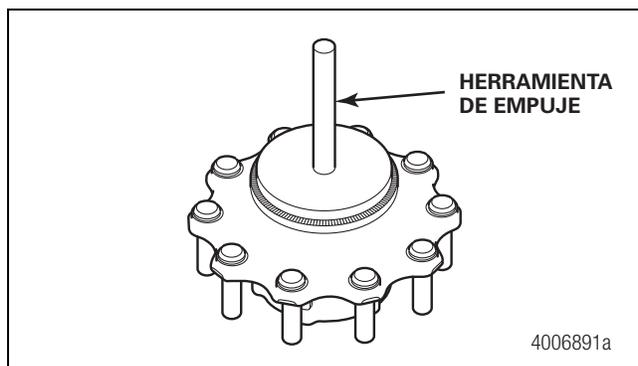

Figura 4.38
5. Si la maza estaba equipada originalmente con un sello secundario, instale uno nuevo. Figura 4.38.